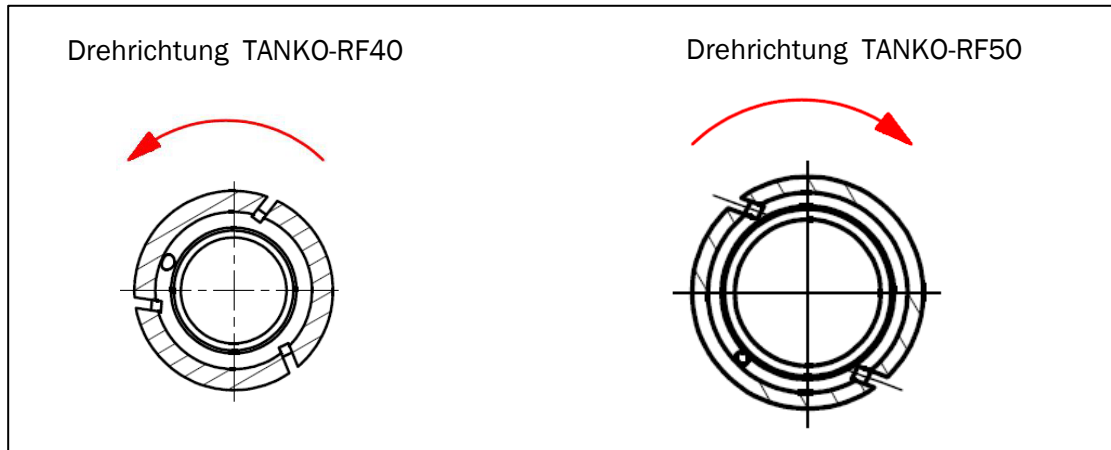

Abbildung 7.4-6: Drehrichtung des Sprühkopfes
1. Neuen O-Ring (14) auf Teller-Achse (2) aufziehen.
2. Neuen O-Ring (15) auf Gehäuse aufziehen.
3. Die neuen Gleitlager (7) oben und (8) unten in den Sprühkopf (9) eindrücken, dabei Abbildung 7.4-6: Drehrichtung des Sprühkopfes beachten.
4. Sprühkopfbaugruppe (7, 8 und 9) mit Gleitlager (7), größerer Innendurchmesser ($\varnothing 10,1$ bei RF40 und $16,1$ bei RF50)) nach unten auf die Teller-Achse (2) aufstecken.
5. Teller-Achse (2) und Achse-Mittelteil (3) zusammenstecken, die Clipbohrungen zueinander ausrichten und einen neuen Drahtsicherungsstift (5) durchstecken.